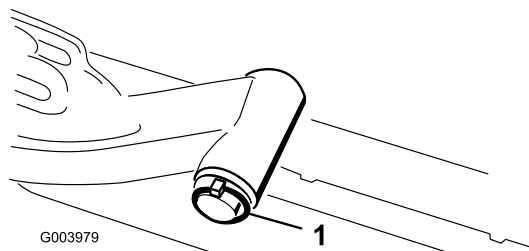

Figure 9
- A. Retirez la goupille à anneau et la rondelle qui fixent l'axe de pivot du bras de relevage au bras de relevage, et sortez l'axe de pivot du bras (Figure 9).
C. Insérez l'axe du bras de relevage dans le bras de relevage et fixez-le à l'aide de la rondelle et de la goupille à anneau (Figure 9).